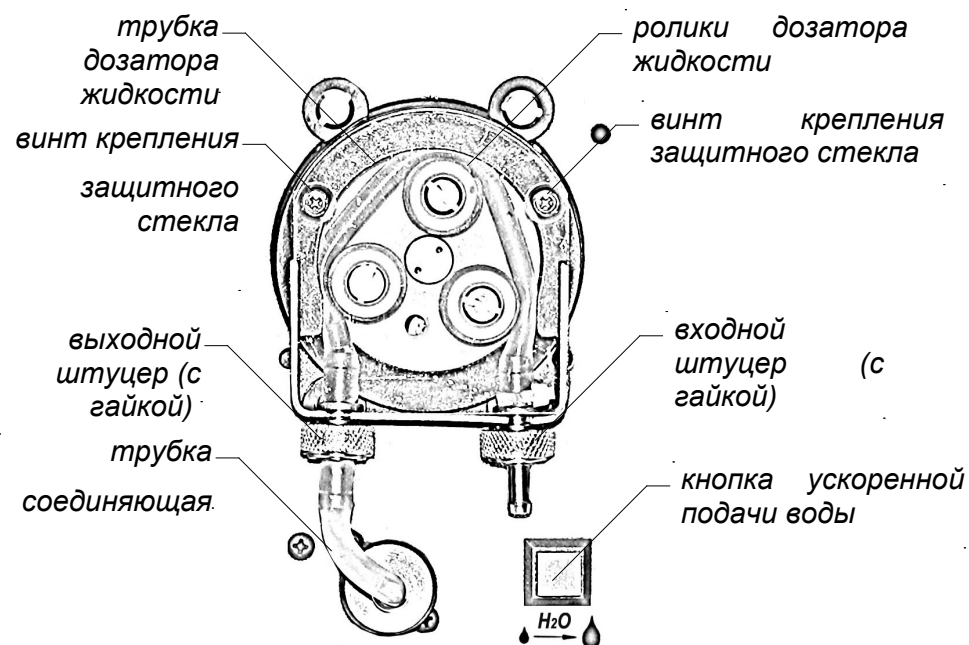

Рисунок 1. Дозатор жидкости и кнопка ускоренной подачи воды на задней панели аппарата.
- Снять защитное стекло дозатора жидкости, открутив винты крепления (см. рис. 1);
- Открутить входной и выходной штуцеры (см. рис. 1). Включить аппарат и, нажимая кнопку ускоренной подачи воды (см. рис. 1), вытянуть изношенную трубку из дозатора жидкости. Установить входной и выходной штуцеры в корпус дозатора жидкости и закрепить гайками.